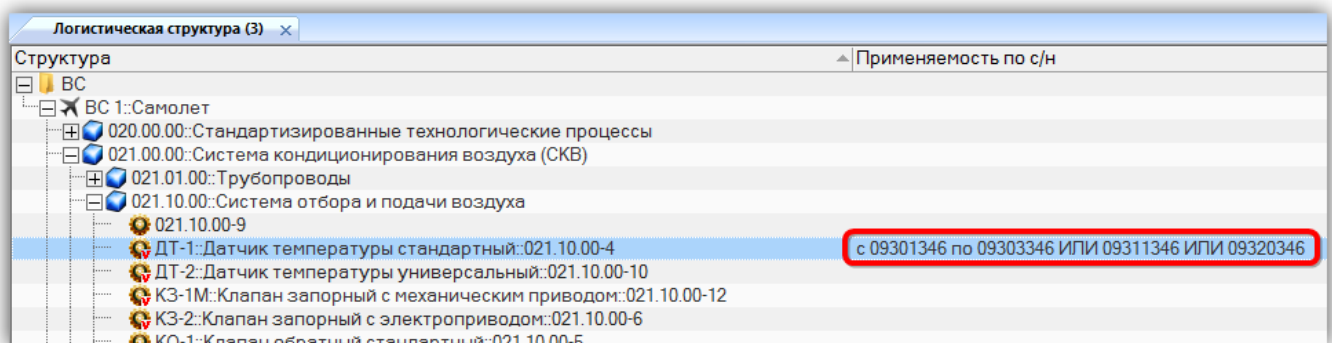
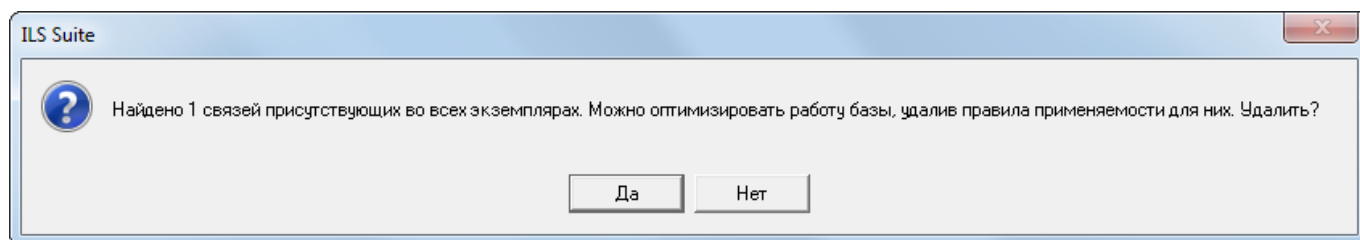

Рис. 10-238 – Правило применяемости по серийным номерам в окне «Логистическая структура»
Рис. 10-239 – Диалоговое окно
9) Нажать кнопку «ОК», чтобы сохранить введенное правило и закрыть окно «Правила применяемости по серийным номерам». Введенное правило отобразится в рабочем окне «Логистическая структура» в колонке «Применяемость по с/н» (рис. 10-238 и рис. 10-239).